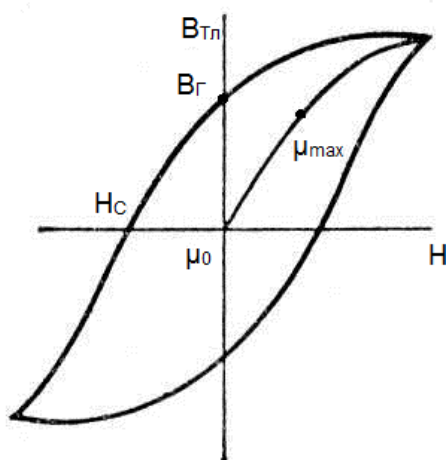

Рис.5.1. Початкова крива намагнічування та петля гістрезису.
**Абсолютна магнітна проникність** – відношення магнітної індукції  $B$  до напруженості магнітного поля  $H$  в заданій точці кривої намагнічування (рис.5.1)  $\mu_a = B/H$  (Гн/м), де  $B$  – індукція, Тл,  $H$  – напруженість поля, А/м.